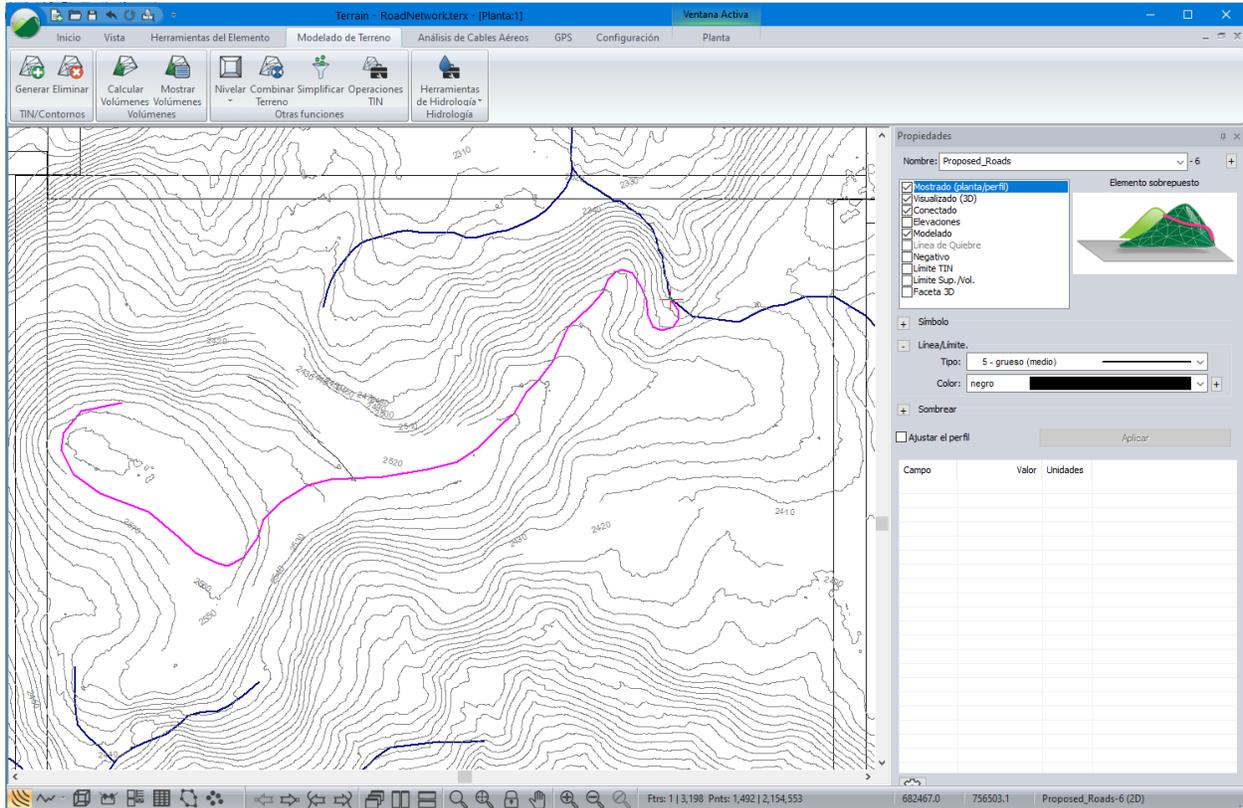

Figura 5-7: TIN desde LiDAR
El modelo TIN generado debe parecerse a la Figura 5-7 (se ha agrandado  un poco y se ha aumentado el espesor de la línea para hacerla más visible).
16. Usando el mouse o en *Página de Inicio* | *Seleccione* | *Por Nombre*, seleccione la característica **Proposed_Roads-6** como en la Figura 5-7 de arriba.
17. Usar *Plan* | *Punto Anterior* para navegar al inicio de la característica **Proposed_Roads-6** como en la Figura 5-7 de arriba.